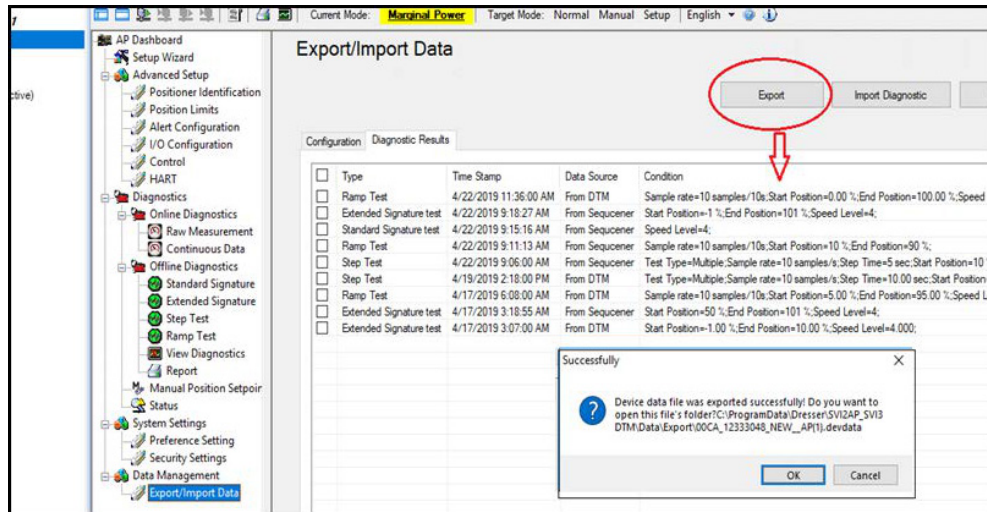

Рисунок 157 - Экспорт файла Devdata
- c. Нажмите **Export (Экспорт)**, чтобы экспортировать все данные диагностического теста в файл DEVDATA (Рисунок 157).